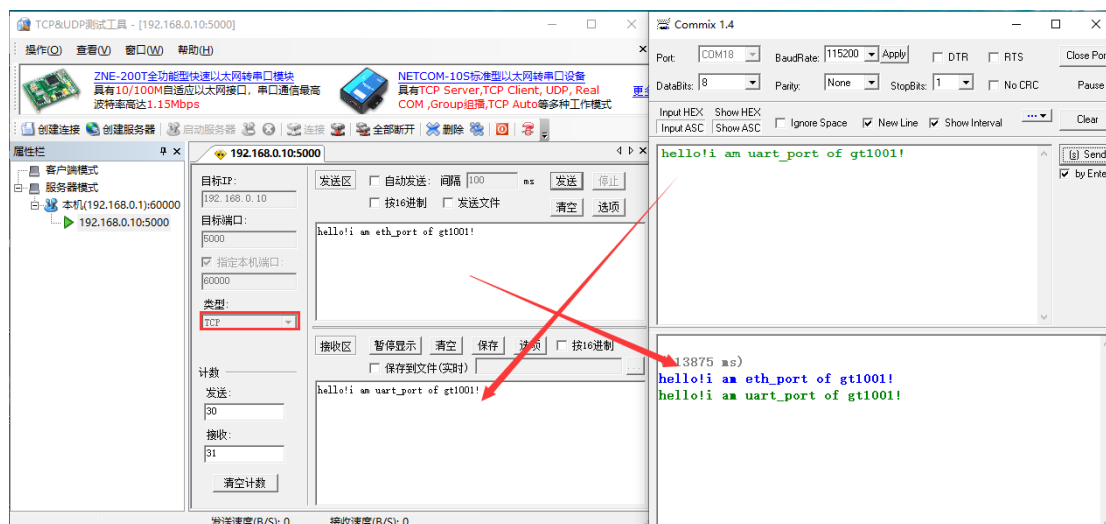

图 10-9 TCP Client 模式通信界面
(3) 模块作为客户端主动向电脑发送连接申请建立连接，打开后可直接进行通信，通信界面如图 10-9 所示。